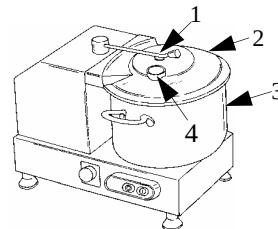

ABB.Nr.8 - Das Produkt in den Zerkleinerer geben
5.2 - DAS PRODUKT IN DEN ZERKLEINERER GEBEN (siehe ABB.Nr.8)